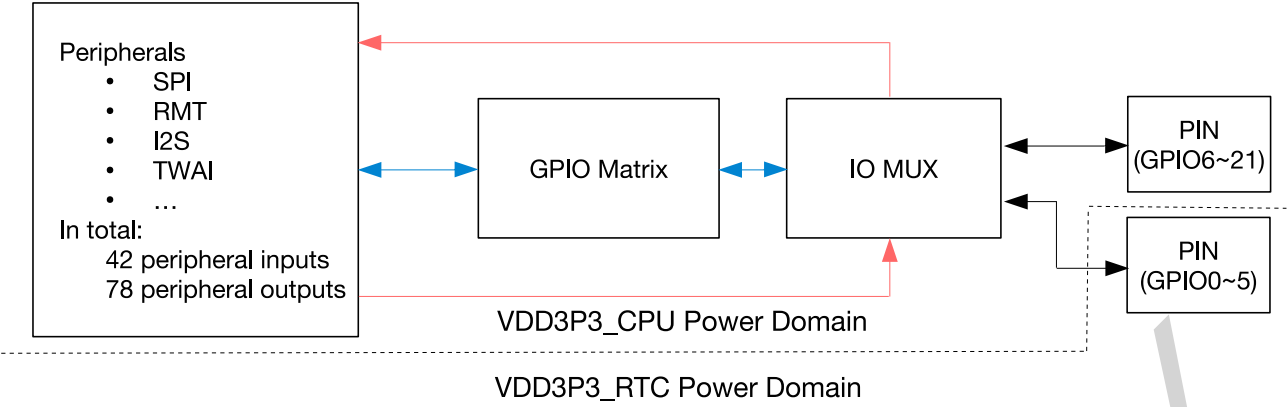

图 5-1. IO MUX 和 GPIO 交换矩阵框图（简图）
- 图 5-1 简要展示了 IO MUX 和 GPIO 交换矩阵的工作流程；